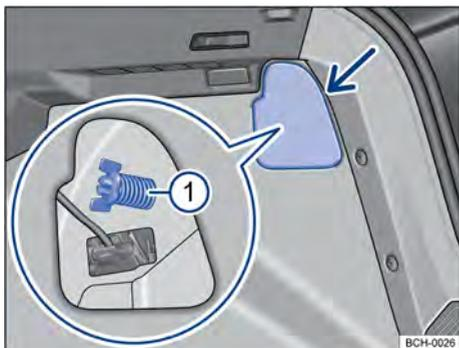
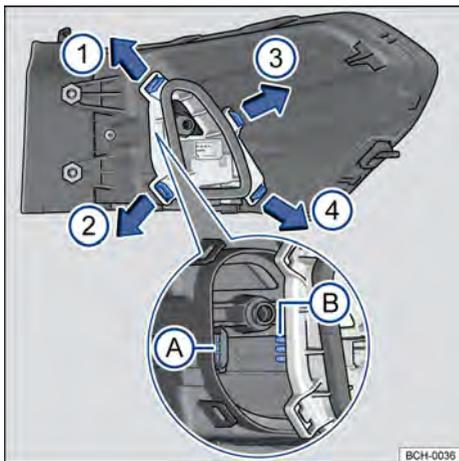

Fig. 165 No compartimento de bagagem: desinstalar cobertura e retirar o parafuso borboleta ❶ (lupa).
Fig. 166 Lanterna traseira: desinstalar o suporte das lâmpadas
- ❶ Observar a lista de controle e executar as ações → Página 217.
- ❷ Abrir a tampa traseira → Página 75.
- ❸ Para abrir a cobertura da lanterna, girar a trava → Fig. 165 (seta).
- ❹ Abrir a cobertura junto com a trava para o lado.
- ❺ Soltar o parafuso borboleta ❶ (lupa) e retirá-lo, segurando, ao mesmo tempo a lanterna traseira.
- ❻ Puxar cuidadosamente a lanterna traseira para fora, para desencaixá-la da carroceria → ❶.
- ❼ Desencaixar o conector de alimentação das lâmpadas da lanterna, para remover totalmente a lanterna.
- ❽ Colocar a lanterna traseira sobre uma superfície limpa e lisa.
- ❾ Para destravar o suporte das lâmpadas, pressionar cada lingueta de travamento → Fig. 166 no sentido das setas.
- ❿ Remover o suporte das lâmpadas cuidadosamente.
- ⓯ Instalar o suporte das lâmpadas na lanterna traseira, com atenção no encaixe das lâminas de contato na carcaça → Fig. 166 (A) e (B). As linguetas de travamento devem encaixar de forma audível obedecendo a sequência → Fig. 166 ❶, ❷, ❸ e ❹.
- ⓲ Segurar a lanterna traseira na posição de montagem com uma das mãos e aparafusar com a outra o parafuso borboleta → Fig. 165 ❶.